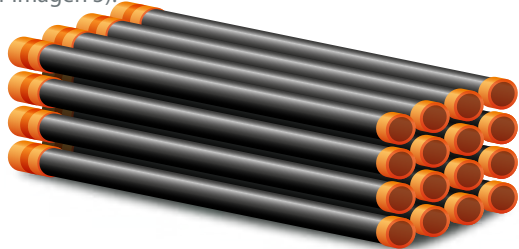

Imagen 5
- Los protectores de roscas están diseñados para proteger las roscas macho y hembra de la tubería de los daños durante el transporte y manipulación, para reducir la entrada de polvo y agua a las roscas durante el transporte y el almacenamiento. Se considerará como periodo de almacenamiento normal un lapso de aproximadamente un año con una verificación al azar de las roscas después de 6 meses. Cambie la grasa de almacenamiento, de ser necesario (ver imagen 5).